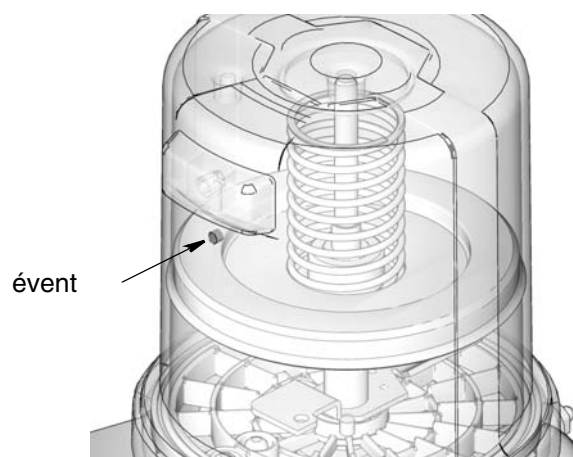

FIG. 9
3. Remplissez le réservoir avec de la graisse jusqu'à ce que le joint de la plaque suiveuse perce l'évent (FIG. 9) et que la majorité de l'air soit expulsée du réservoir.